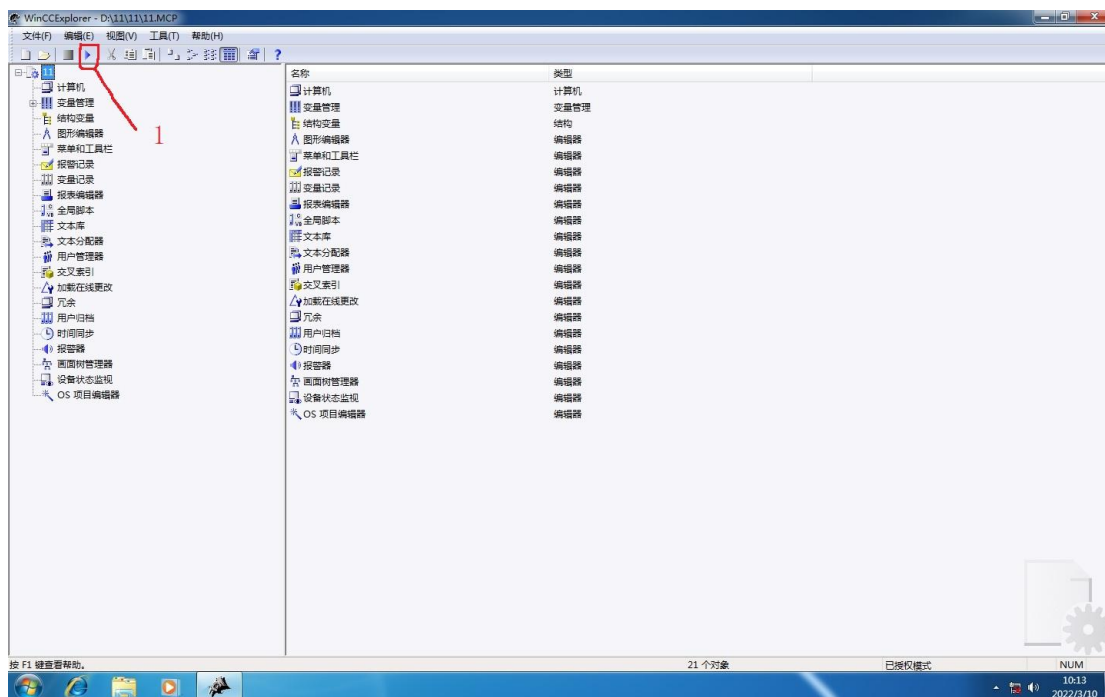

图 2-2
2.2.2、进入工程项目后，点击系统运行图标可进入系统画面（图 2-3），如图 2-2：